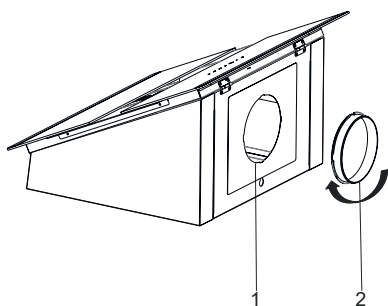

Fig. 12
3. ➔ Fäst utsugskanalen Ø150 mm på adapterplattan och skruva fast den (Fig. 12).